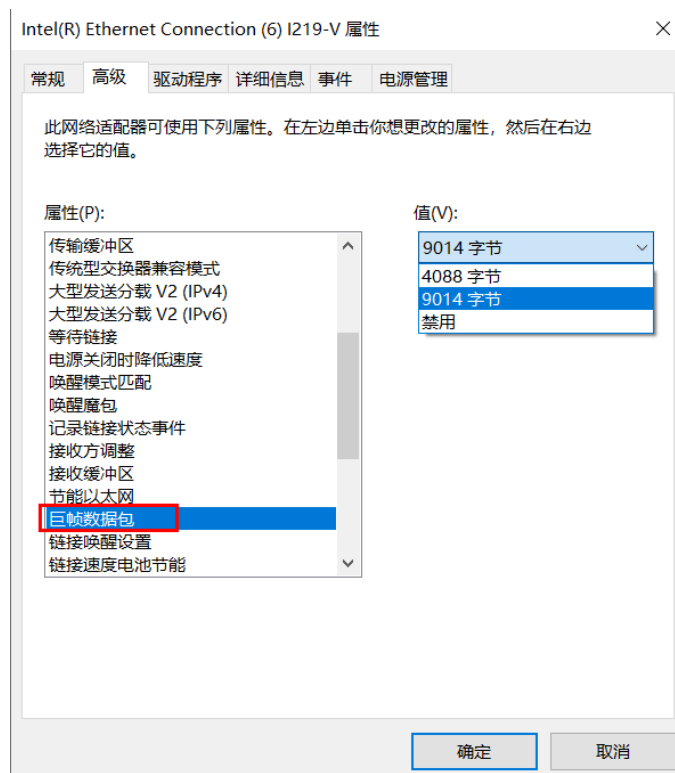

图2-6 链接速度
3. 单击“配置”，选择“高级”，将“巨帧数据包”设置为 9014 字节，如图 2-6 所示。